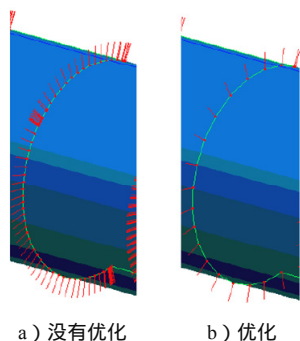

图 7-130 轨迹优化
(5) 优化
- **【最小刀轴转角】**：刀轴转角指相邻两个刀轴间的夹角。最小刀轴转角限制的是两个相邻刀位点之间刀轴转角必须大于此数值，如果小了，就会忽略掉，如图 7-130 所示，a 图为没有添加此限制，b 图添加了此限制，且最小刀轴转角为 10。